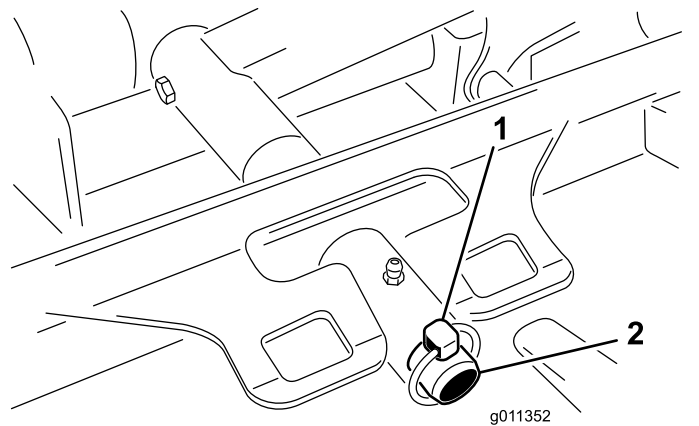

Figura 80
3. Retire el pasador de seguridad (para máquinas Groundsmaster 4500) o la tuerca de retención (para máquinas Groundsmaster 4700) que sujeta el bastidor de tiro de la unidad de corte a la barra de giro del brazo de elevación (Figura 80).
2. Deslice el bastidor de tiro de la unidad de corte sobre el pasador de giro del brazo de elevación (Figura 80). Sujete la unidad de corte al pasador con el pasador de seguridad (para máquinas Groundsmaster 4500) o la tuerca de retención (para máquinas Groundsmaster 4700).